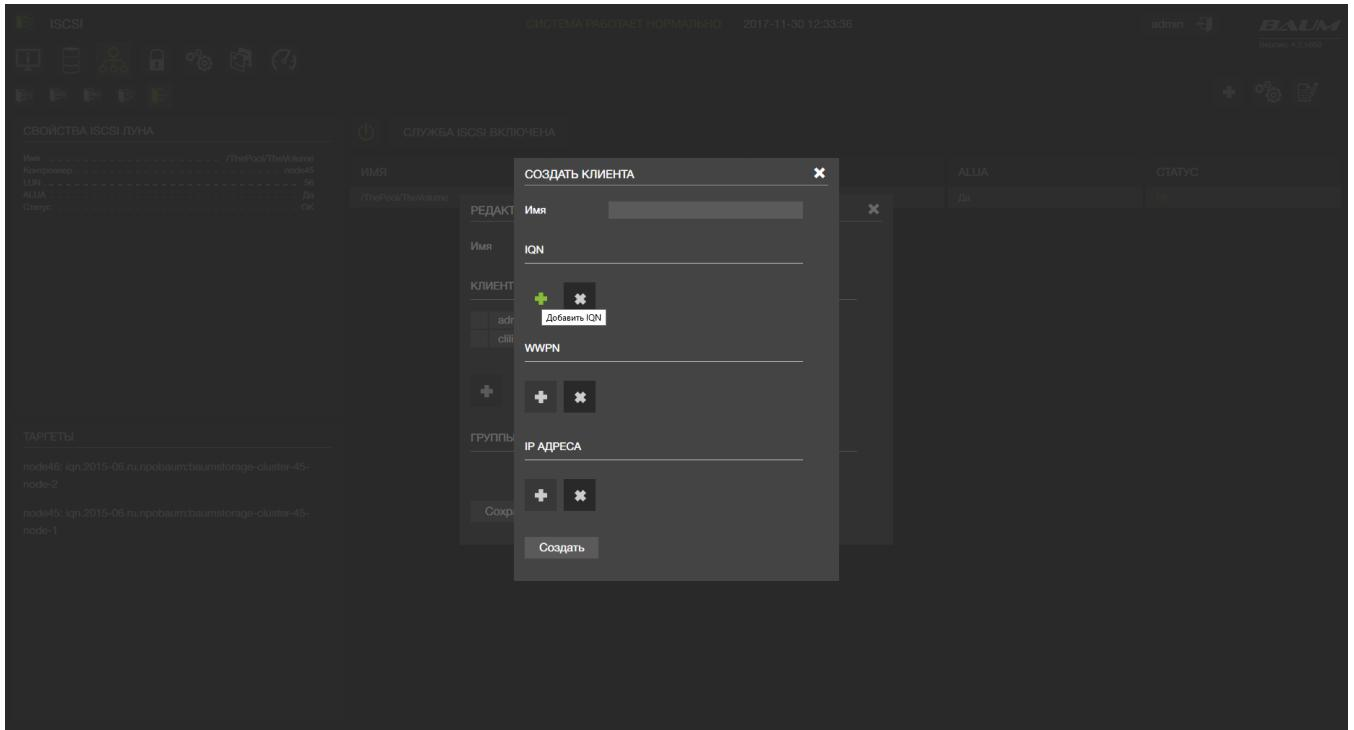

Рисунок 76 – Создать iSCSI клиента
- 6) В подменю «IQN» нажать на кнопку «Добавить IQN» (см. Рисунок 76)